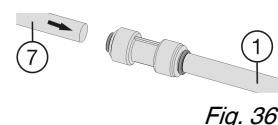

Fig. 36
- ▶ Raccorder les rallonges de tuyaux fournies Fig. 36 (1) aux tuyaux de l'appareil Fig. 36 (7) : enfoncez les tuyaux de l'appareil jusqu'à la butée (env. 25/32" (20 mm)) dans les connecteurs.